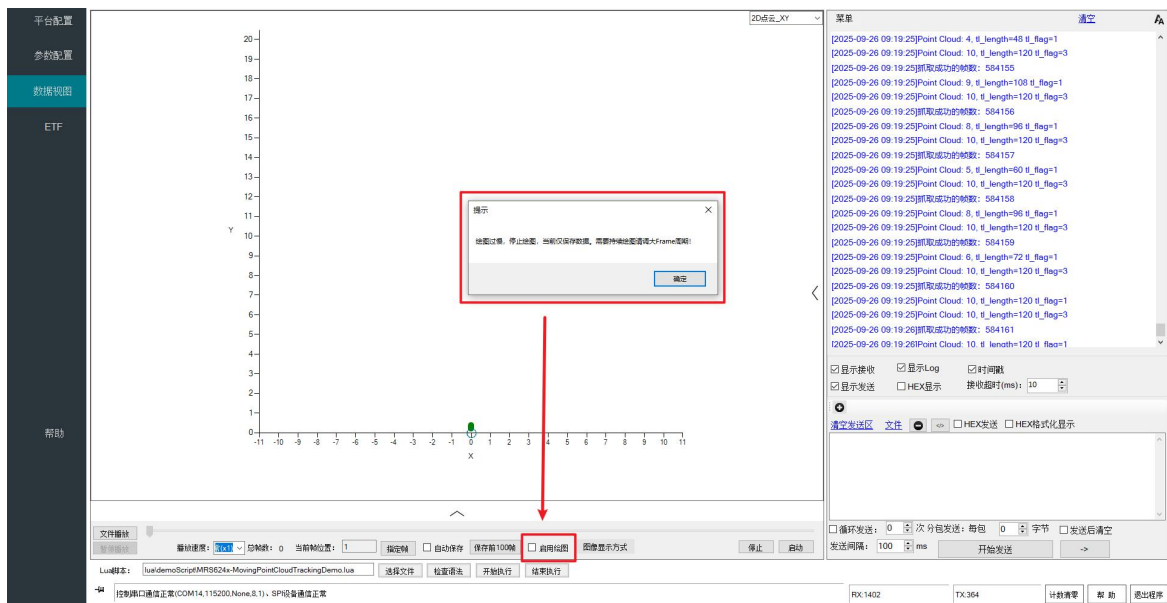

图 2-43 重启绘图
- 4、如图 2-43 所示，若因长时间绘图出现“绘图过慢，停止绘图”的文本框显示，导致绘图停止，重新勾选视图下方的启用绘图即可。